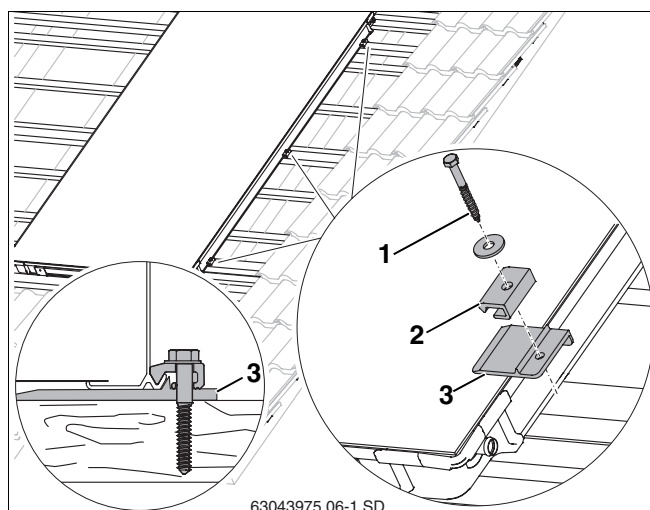

Рис. 23 Укладка и крепление первого коллектора
- Слегка приподнять коллектор и сдвинуть вниз под коллектор правые подкладные пластины (рис. 23, **поз. 3**) на 2-ой и 3-ей дополнительных рейках, а также в середине коллектора на имеющейся рейке так, чтобы выступ уперся в край коллектора.
- Для винта (рис. 23, **поз. 1**) нужно заранее просверлить отверстие сверлом 4 мм.
- Закрепить односторонний прижим (рис. 23, **поз. 2**), установив винт 6×40 (рис. 23, **поз. 1**) и подкладную шайбу (используйте ключ SW 10).